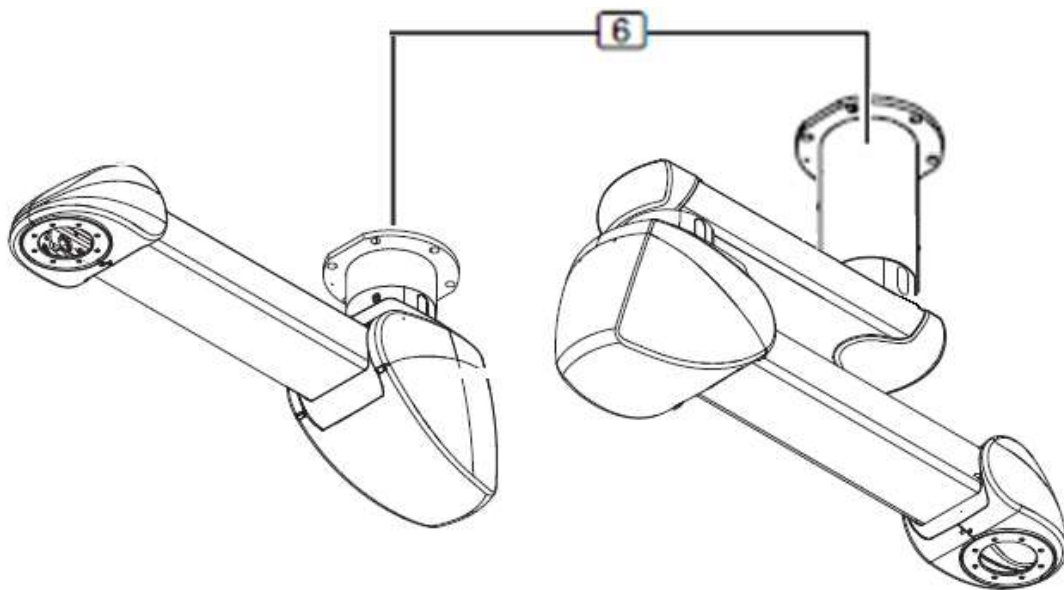

Abb.34 Montage von COLUMN AIR mit Doppelarm und COLUMN AIR mit Einzelarm
In diesem Abschnitt haben wir bereits den/die Arme des Systems am Deckenrohr (6) befestigt, wie in Abbildung 34 für motorisierte Arme als Beispiel für COLUMN AIR mit einfachem Arm (Bild oben rechts in Abbildung 34) und doppeltem Arm (Bild oben links in Abbildung 346) gezeigt. Bei der Einarm-Ausführung wurde das Gerät an einem Verlängerungsrohr befestigt, damit die beiden hängenden Systeme bei einer Tandem-Montage beim Drehen nicht kollidieren. Die beiden Abbildungen unten entsprechen COLUMN MOTOR.